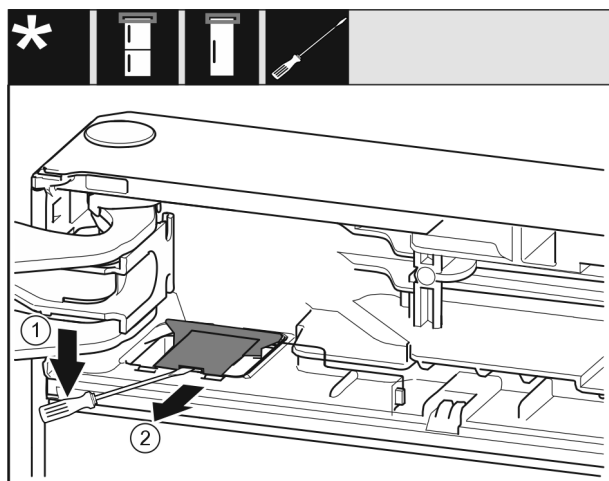

Fig. 12
- Используя шлицевую отвертку, отцепите крышку Fig. 12 (1).
- Извлеките крышку Fig. 12 (2).